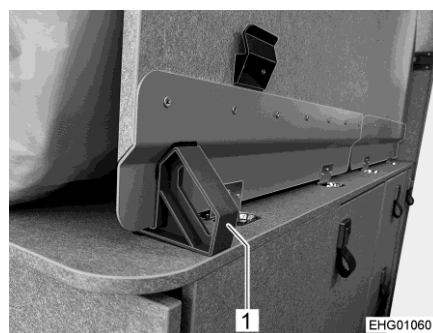

Fig. 55 Cuneo di sicurezza
- Estrarre di lato il cuneo di sicurezza (Fig. 55,1).
- Spingere dentro il cuneo di sicurezza (Fig. 55,1).